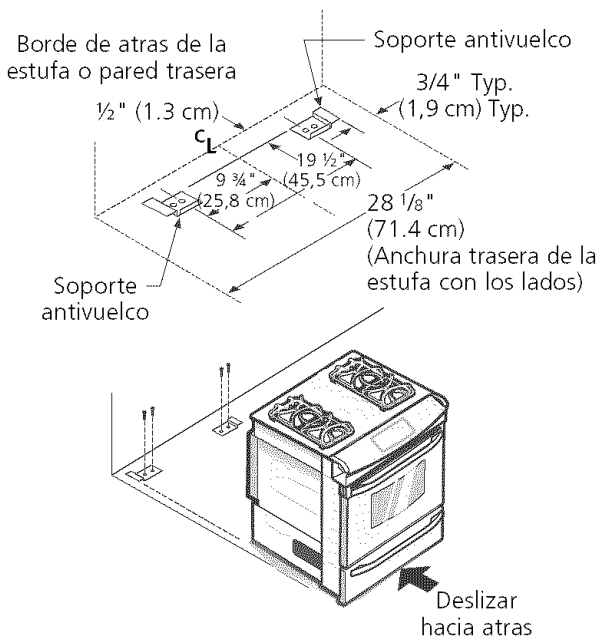

Figura 11
6. Deslice la cocina hacia su lugar asegurándose que la pata de centro trasera está completamente segura con el soporte anti-inclinación (figura 11). Baje la cocina ajustando las 4 patas de nivelación hasta que la plancha de cocinar está apoyada en el mostrador. Refiere a la "Nivelación de la cocina" a la página 6.